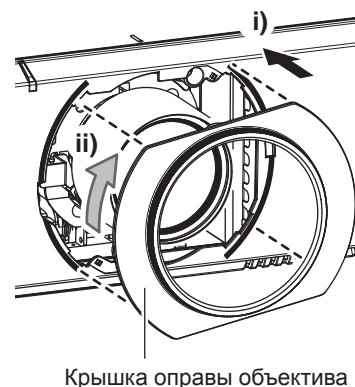

Рис. 3
- 3) Прикрепите Крышка оправы объектива. (Рис. 3)